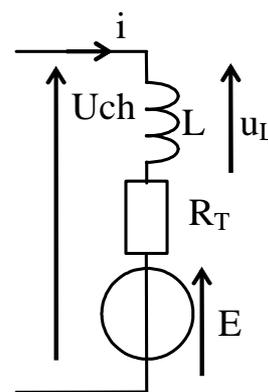

Figure 4
**1.6.** On note  $E$  la fém du moteur,  $R_T$  la résistance totale du circuit de charge du pont redresseur et  $L$  l'inductance totale de l'ensemble moteur et bobine (Figure 4).
Le schéma électrique de l'induit et de la bobine est représenté sur la figure 4 page 2 où  $\Omega$  est la vitesse angulaire de rotation en  $\text{rad.s}^{-1}$ ,  $E$  la f.é.m,  $R_T = 2,1\Omega$  et  $L = 2,6\text{mH}$  respectivement la résistance totale du circuit de charge du pont redresseur et l'inductance totale de l'ensemble moteur et bobine.